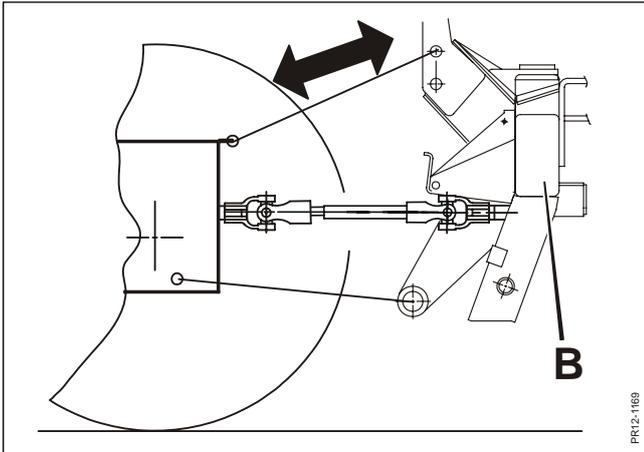

Fig. 2-6
- Fig. 2-6** Den Oberlenker in der Länge so anpassen, dass der Toprahmen **B** senkrecht steht.